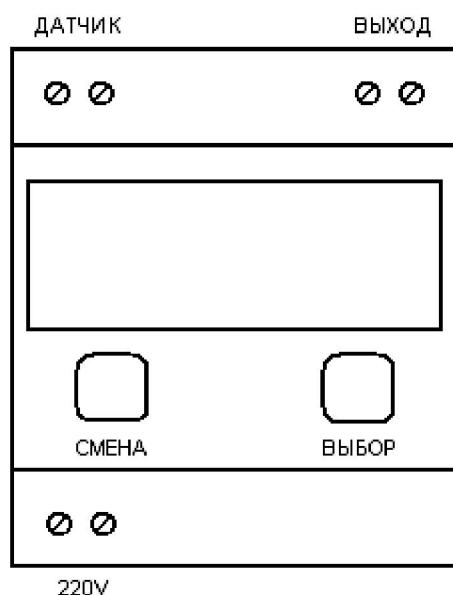

Рис. 2 Внешний вид прибора
4.1 Подключить ИПМ-2 согласно рис.2 при выключенном общем питании.
- установив резистор датчика в самое правое положение (см. рис.2) , соответствующее самому минимальному показанию датчика, производят калибровку в нулевой точке (соответствующей 0% показаний) датчика, при этом на экране индикатора возникнет надпись “ _d_ ” . После отображения данного меню, установив поворотный резистивный датчик в позицию минимальных показаний нажимают кнопку “выбор”. В правом разряде индикатора отобразится символ “С”, означающий, что нижняя граница положения датчика принята и записана. Если действия оператора ошибочны, то необходимо – не нажимая клавиши “выбор”, нажать кнопки “смена” + “выбор”. Таким образом, производится переход к следующему пункту меню, без сохранения текущих установок.
- 6.2 Электрические соединения с сетью, датчиками проводимости осуществляется через клеммные колодки, расположенные на приборе (см рис. 2).